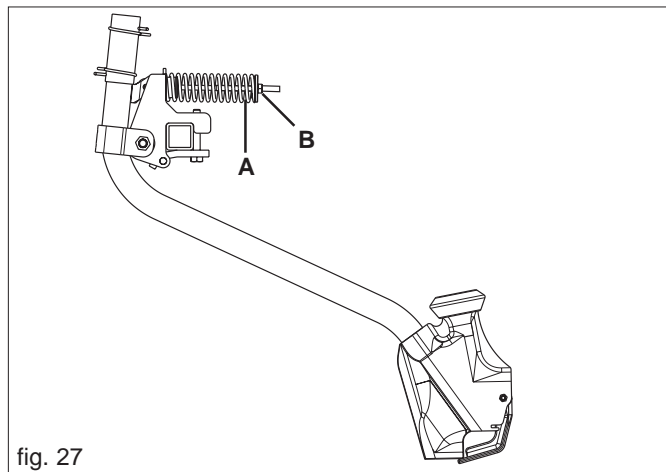

fig. 27
Die Sättiefe wird auf jedem Element einzeln eingestellt, indem mit Hilfe der Mutter (B) die Druckfedern (A, Abb. 27) reguliert werden. Je nach Beschaffenheit des Bodens kann der Druck der Feder erhöht oder verringert werden, um die entsprechende Arbeitstiefe zu bestimmen.